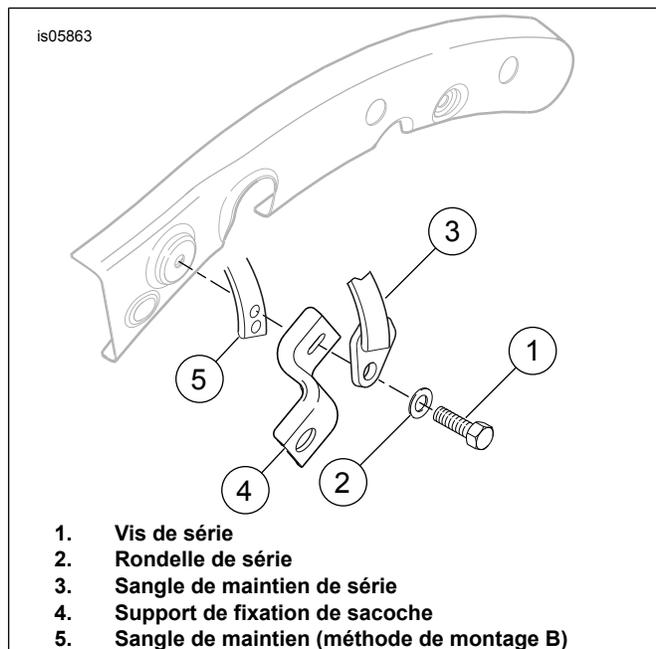
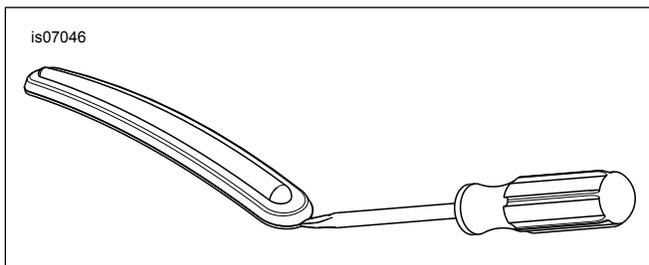

Figure 4. 2013 et antérieurs : Retirer la sangle de maintien et installer le kit 53051-09
Figure 5. Retirer la bande de garniture de garde-boue
2. Voir la Figure 4. Retirez la vis latérale gauche (1) et la rondelle (2) pour enlever le support (4) et la sangle de maintien du passager (3).
3. Retirez la vis à rondelle d'arrêt (D) à l'arrière de la selle actuellement installée.
4. **TOUS les kits sauf 53051-09** : Retirez les deux écrous à bride (E) des goujons (F) situés près de l'avant du garde-boue arrière.
- b. Voir la Figure 5. Insérez la pointe du tournevis entre l'encadrement chromé et la bande de garniture en caoutchouc.
4. Voir la Figure 4. Installez la sangle de maintien (5) derrière le support de fixation (4) de sacoche.